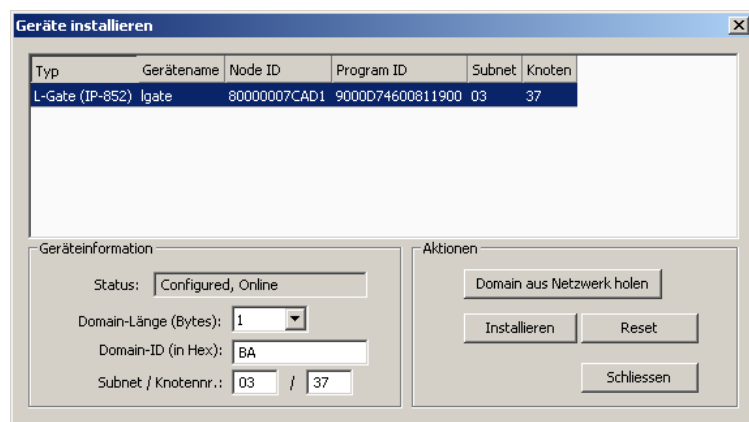

Abbildung 114: Geräte Installieren Dialog.
- Klicken Sie auf die Schaltfläche **Installieren**. Dadurch wird der **Geräte installieren** Dialog, der in Abbildung 114 dargestellt ist, geöffnet.